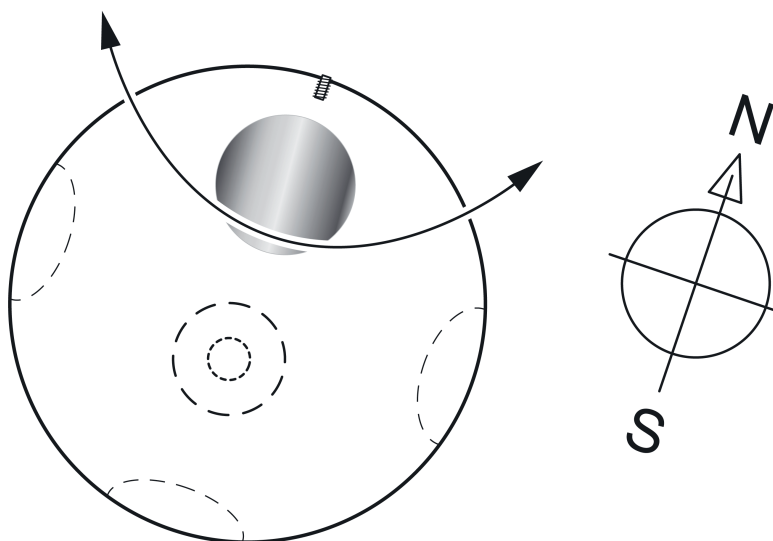

Bild 9: Rikta upp väderstationen
- Rikta upp sensorhuvudet efter kardinalstrecket eller – beroende på de lokala förhållandena – efter fasaden (bild 9).